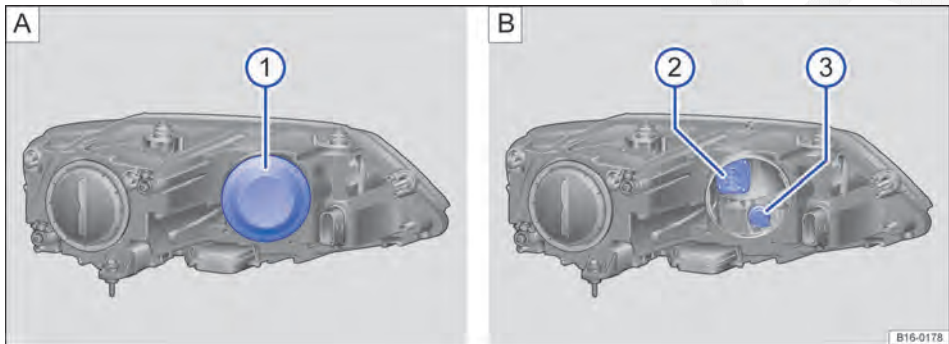

Fig. 252 No compartimento do motor: ① cobertura no farol dianteiro esquerdo, ② farol de conversão, ③ lanterna dos indicadores de direção.
3.	Remover a cobertura de borracha ⇒ Fig. 252 ① na parte traseira do farol.
4.	Girar o suporte da lâmpada ② ou ③ respectivamente até o batente no sentido anti-horário e retirar com a lâmpada incandescente para trás.
7.	Instalar a cobertura de borracha ①.